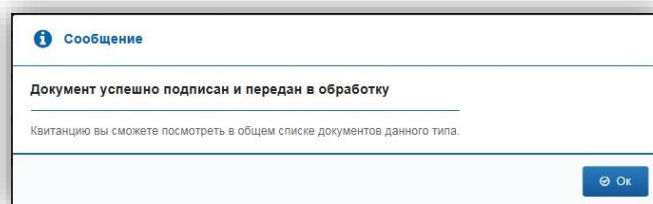

Рисунок 147 – Документ успешно подписан и передан в обработку
– В информационном сообщении нажмите кнопку «Ок», чтобы закрыть его (рис. 147).